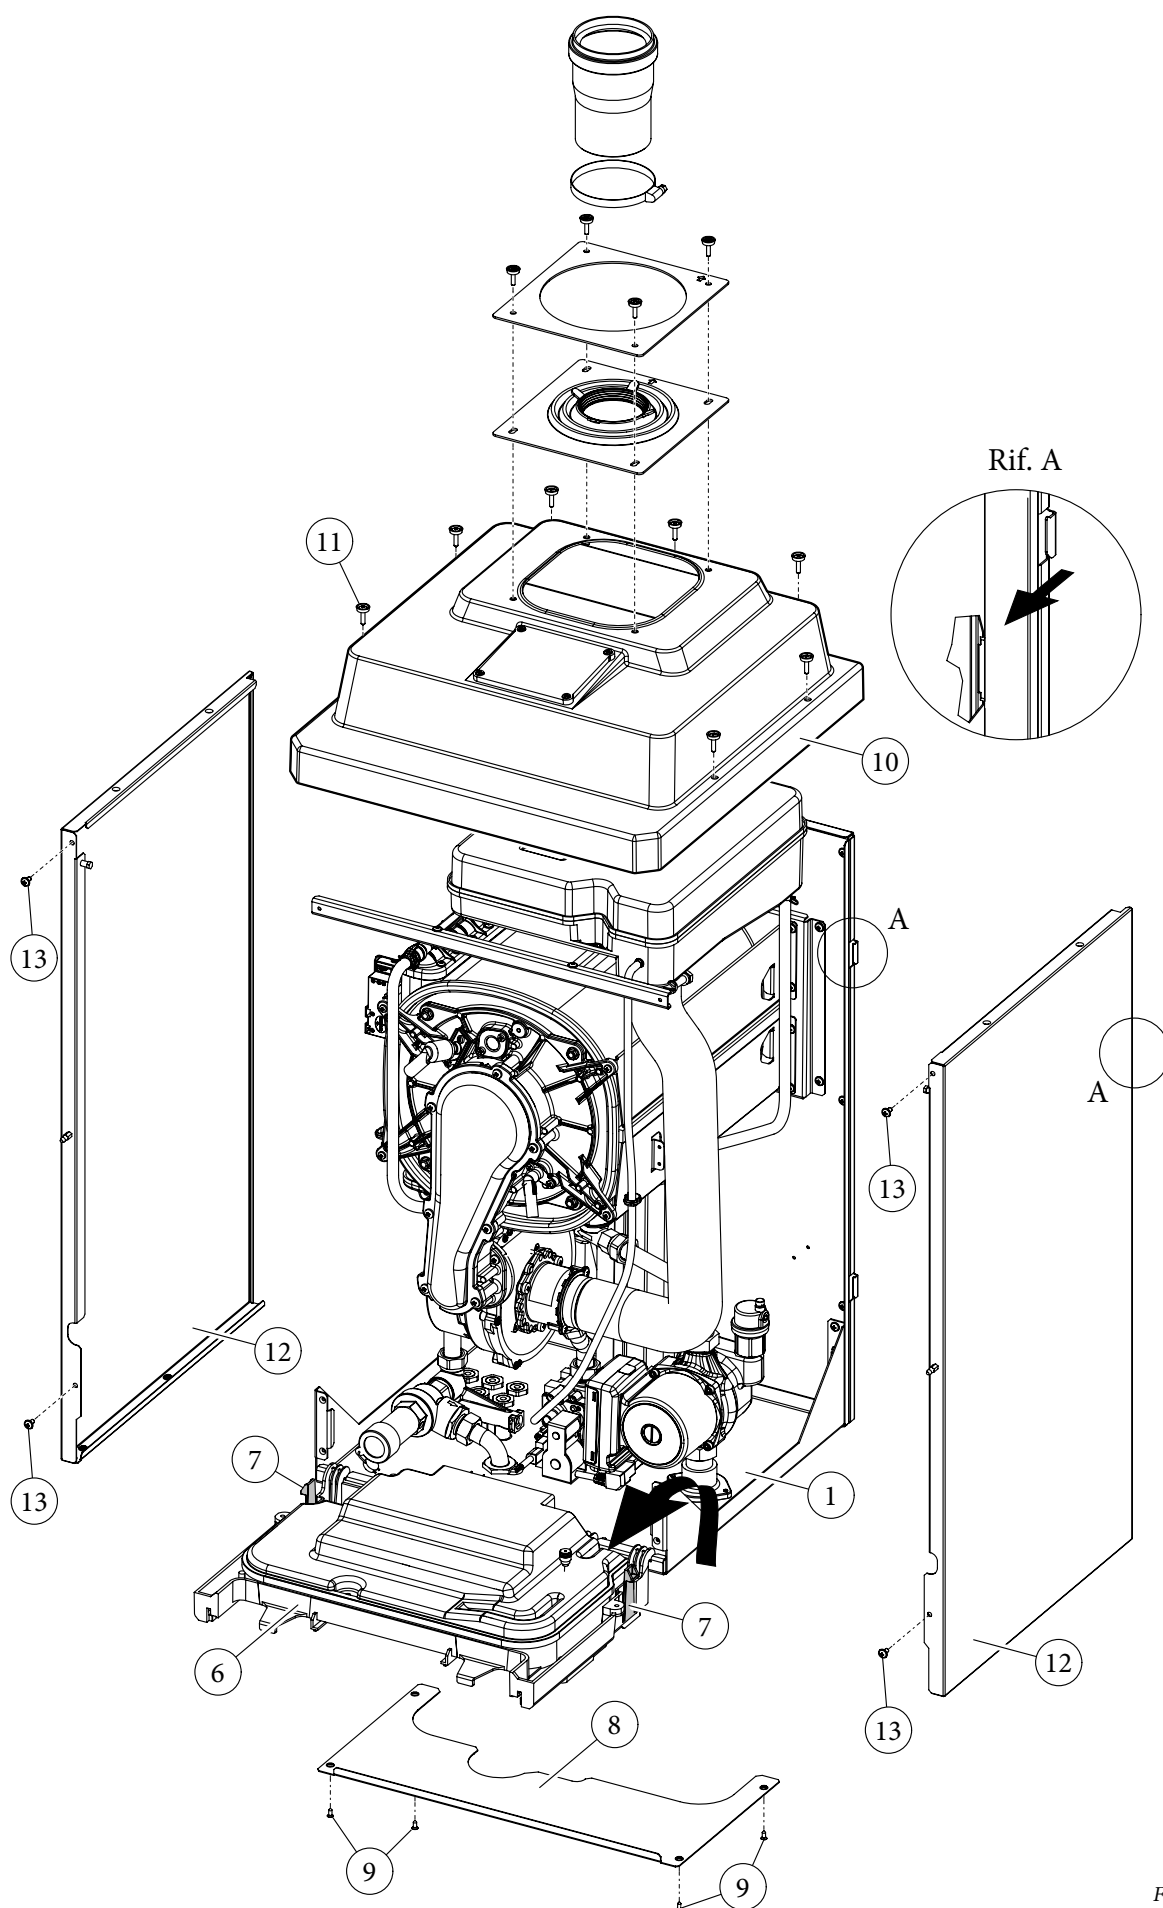

Fig. 3-14
- svitare le due viti (3) dal fondo della facciata (2);
- smontare la facciata (2) prendendola dalla maniglia inferiore, dopodiché tirarla verso se stessi per sganciarla dai ganci centrali e poi sfilarla verso il basso;
- svitare le due viti di fissaggio (4) del cruscotto con le relative rosette (5);
- premere sui due ganci laterali (7) e far basculare il cruscotto (6);
- smontare la griglia inferiore (8) svitando le quattro viti (9);
- a questo punto in caso di necessità è possibile smontare il coperchio di protezione (10) e le fiancate laterali (12);
- smontare il coperchio (10) svitando le relative viti (11);
- smontare le due fiancate laterali (12) svitando le viti frontali (13) e sganciando la fiancata dalla relativa sede (rif. A fig. 3-14).